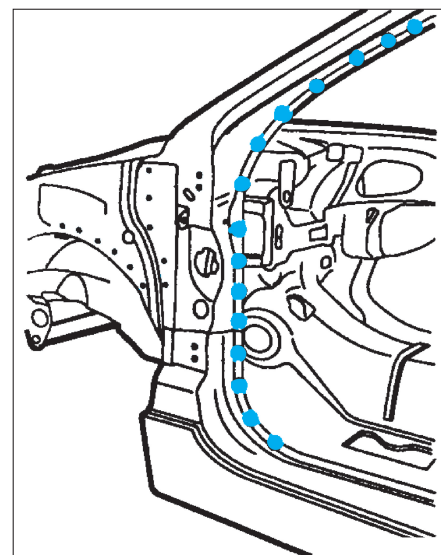

FIG. 54
- Souder par points électriques suivant (D) (avec l'équipement AB1),
- Souder par points électriques (avec l'équipement AB1) (Fig.54),